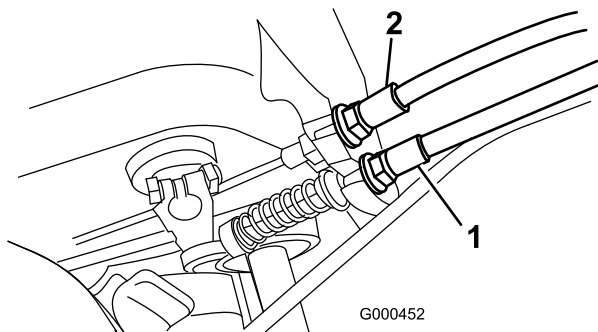

Figura 31
2. Para aumentar la tensión del cable, afloje la contratuerca delantera del cable y apriete la contratuerca trasera del cable (Figura 31) hasta que la fuerza necesaria para poner el freno sea de 2,7–40 kg. La fuerza debe medirse en el pomo de la palanca. No ajuste demasiado, o la cinta del freno puede agarrarse.